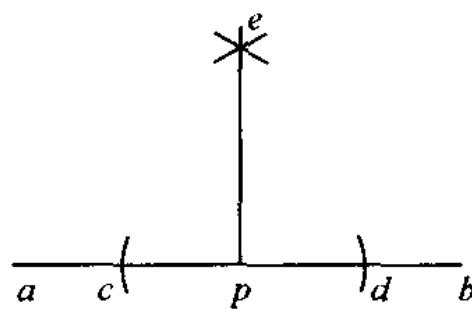

图 1.4 作直线上点的垂线
(1) 作直线上点的垂线 如图 1.4 所示，以 P 点为中